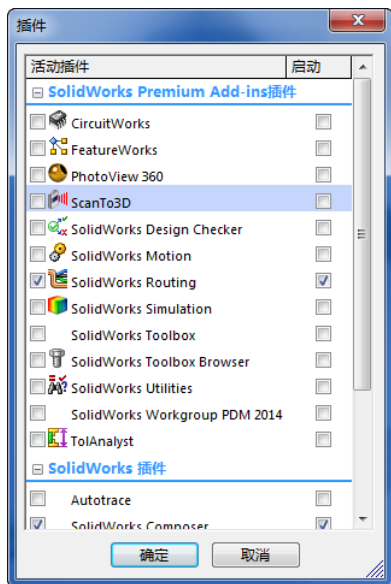

图 18-3 “插件”对话框
① 单击菜单栏中的“工具”→“插件”命令，打开图 18-3 所示的“插件”对话框。然后选中“SolidWorks Routing”插件选项前面的框，启动 SolidWorks Routing 插件。
② 单击“插件”对话框中的“确定”按钮，此时会加载 Routing 插件，同时“Routing”菜单将显示在菜单栏中。